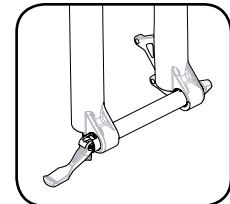

fig. 2
1. Mettez le levier Maxle en position ouverte (fig. 2). Assurez-vous que le levier s'engage bien dans la fente correspondante de l'axe.